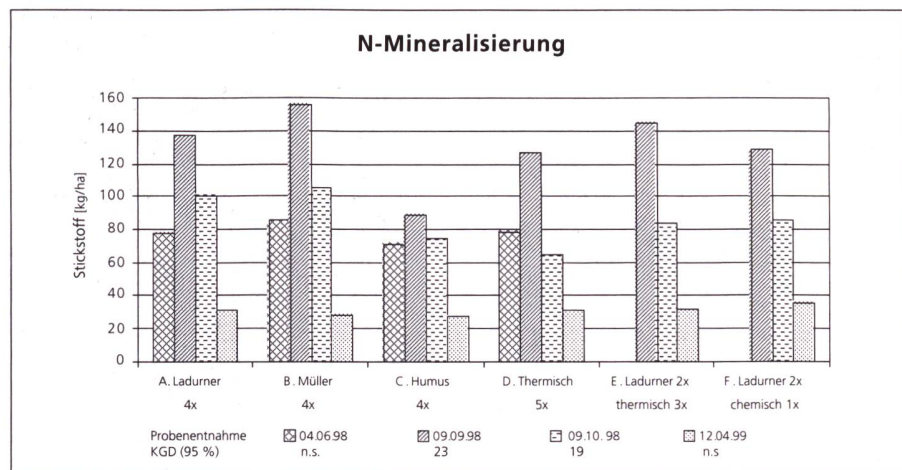

Abb. 7: Verlauf der Stickstoffmineralisierung im Baumstreifen in 0 bis 25cm Tiefe je nach Krautbeseitigungsverfahren (Tänikon).
**N-Mineralisierung.** Der Verlauf der Stickstoffmineralisierung im Baumstreifen wurde durch die flache Bodenlockerung und -temperatur beeinflusst (Abb. 7). Die N-Mengen von rund 80kg/ha am 4. Juni 1998 stiegen im Oberboden von 0 bis 25cm Tiefe auf 127kg/ha bei D, (thermisch) bis 156kg/ha bei Müller-Gerät am 9. September an. Die tieferen Werte beim «Humus» sind offensichtlich auf eine erhöhte N-Aufnahme durch eine grössere Verunkrautung zurückzuführen. Die gehackten Baumstreifen wiesen am 9. September und 9. Oktober gegenüber thermischen Verfahren mehrheitlich signifikant höhere N-Werte auf. Sie sanken